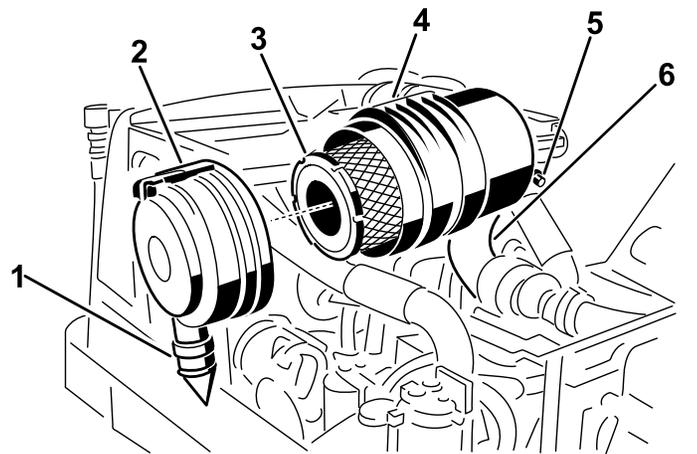

Figura 44
2. Retire el filtro primario (Figura 44).
3. Cambie el filtro primario (Figura 44).
las posiciones de las 5 y las 7, visto desde el extremo y cierre el enganche (Figura 44).